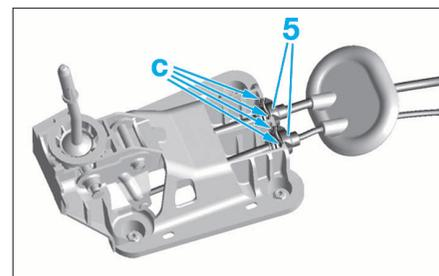

FIG. 16
- Déverrouiller les arrêts de gaine (5) en "c" (Fig.16).
- A la repose, procéder dans l'ordre inverse de la dépose en serrant au couple, les écrous (3) à $0,8 \pm 0,2$ daN.m